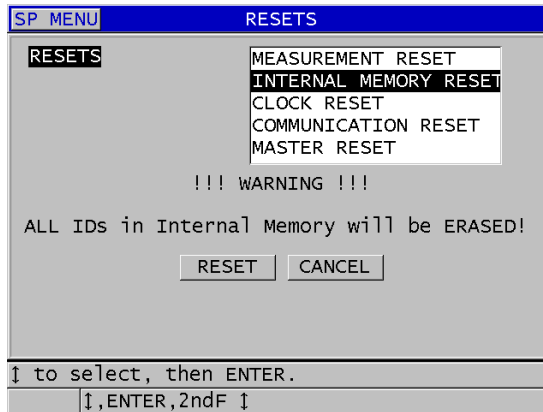

Figura 11-22 Mensagem de advertência ao redefinir as medições
3. Na tela **RESETS** (REDEFINIÇÕES) (consulte Figura 11-22 na página 220):